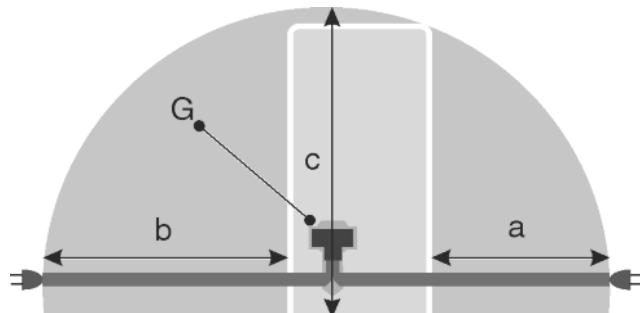

Fig. 44
- Розетка находится вне зоны задней стенки в данной зоне. Fig. 44 (a, b, c)
- Штекер устройства Fig. 44 (G) подсоединить с задней стороны устройства. Следить за правильной фиксацией.